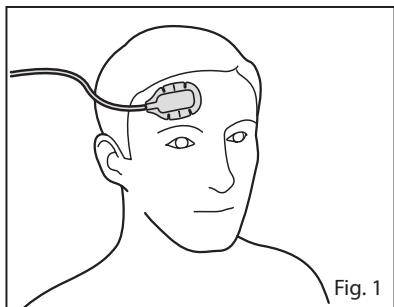

Fig. 1
2. Se reporter à la **figure 1**. Placer le capteur sur le front. Le capteur doit être placé juste au-dessus d'un sourcil, avec les lignes centrales alignées avec le centre de l'œil (pupille).